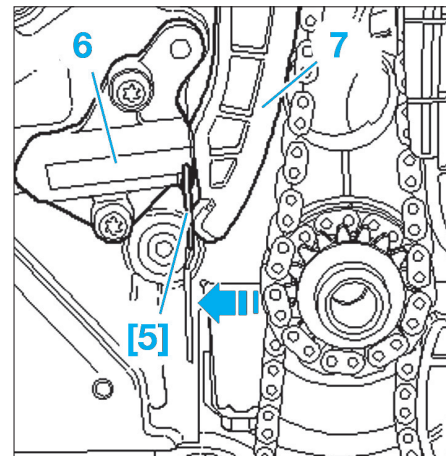

Fig. 12
- [6]. Outil de contre-appui (réf. T10172) (Fig.12)
- Pousser le patin tendeur (6) dans le sens de la flèche et bloquer le piston tendeur (7) de chaîne avec la goupille d'arrêt [5] (Fig.12).
- Tendre la chaîne de distribution en retirant la goupille de blocage (Fig.12).